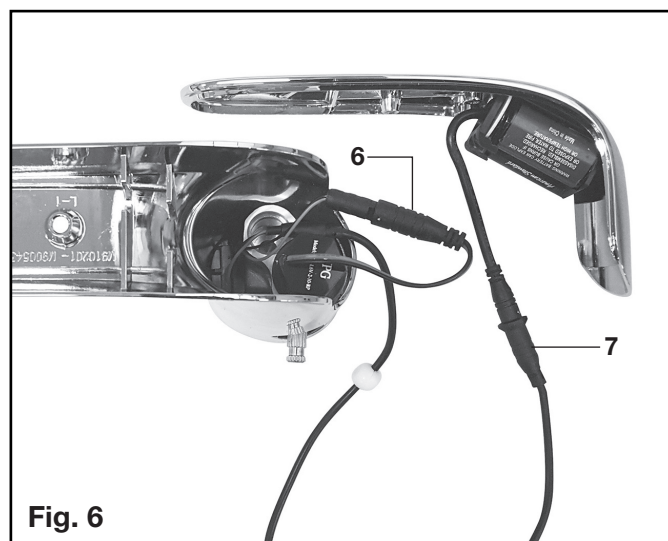

Fig. 6
POUR LES ROBINETS ACHETÉS APRÈS OCTOBRE 2019 (FIG. 6)
1. Retirez la VIS DU COUVERCLE(1) et soulevez le COUVERCLE(15).
2. Déconnectez les CÂBLES DU CAPTEUR (6) et (7) de la PILE et de la VALVE DE SOLÉNOÏDE. (Fig. 6)
1. Retirez la VIS DU COUVERCLE (1).
2. Retirez le COUVERCLE (15).
3. Débranchez le RACCORD NOIR DE L'ALIMENTATION ÉLECTRIQUE (7) et rebranchez-le. Fig. 6
4. Après avoir rebranché le RACCORD NOIR DE L'ALIMENTATION ÉLECTRIQUE (7), un voyant jaune commencera à clignoter 10 fois sur le capteur.
9. Réassemblez le COUVERCLE (15) et fixez-le avec la VIS DU COUVERCLE (1).